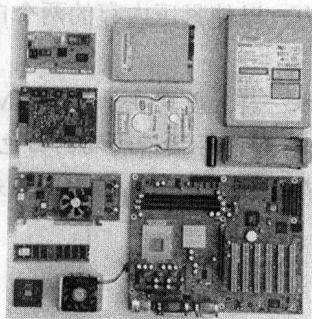

图 1-1 所用配件
① 准备好装机所用的配件：CPU、主板、内存、显卡、硬盘、软驱、光驱、机箱电源、键盘、鼠标、显示器、各种数据线/电源线等，如图 1-1 所示。
② 电源排型插座：由于计算机系统不止一个设备需要供电，所以一定要准备万用多孔型插座一个，以方便测试计算机时使用。